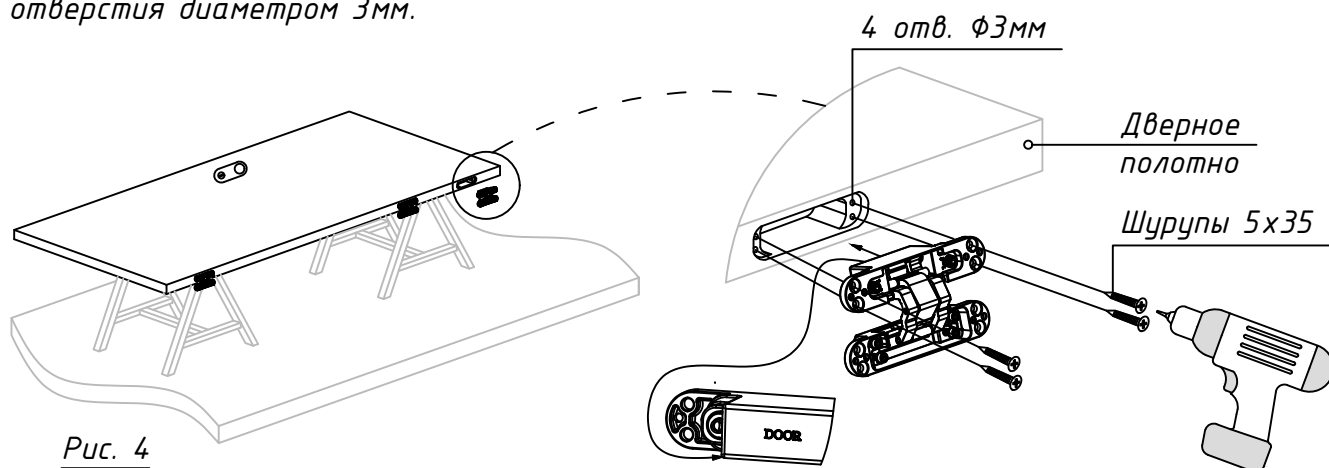

Рис. 4
3.1. Установите петли в соответствующие пазы дверного полотна, согласно маркировке, и зафиксируйте их шурупами 5x35 (см. рис. 4), предварительно просверлив отверстия диаметром 3мм.